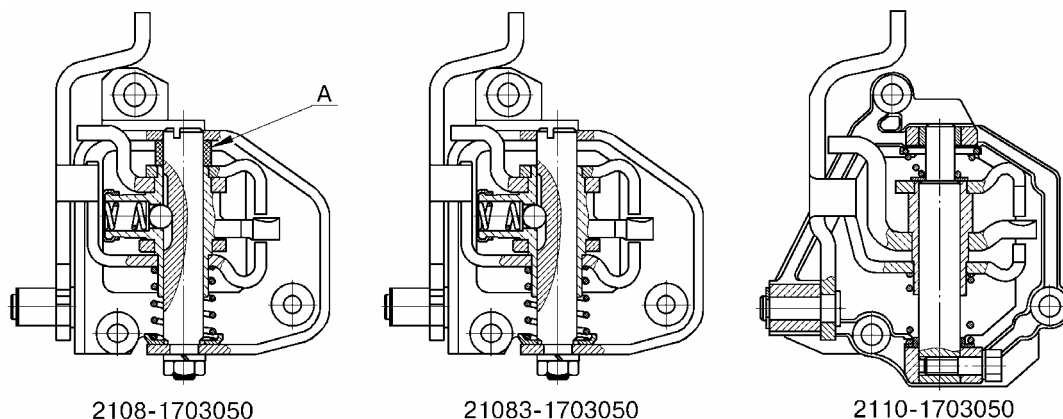

Рис.20. Механизм выбора передач.
4.2.20 Механизм выбора передач, рис.20.